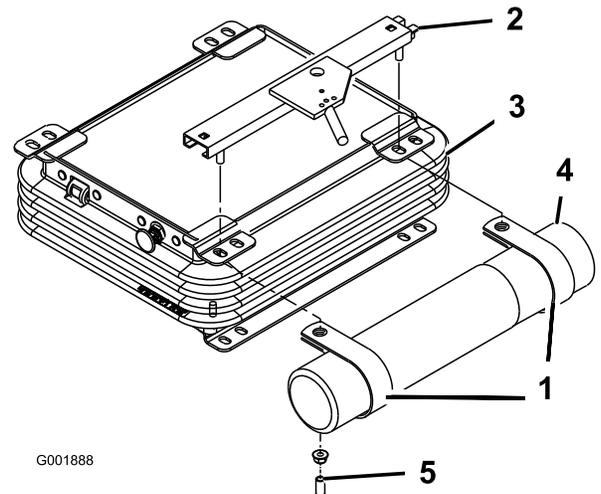

図 7
- 4. クランプに筒を取り付け、ナットを締め付ける (図 7)。
2. 上シートブラケットをシートサスペンションの左側に固定しているナット2個とビニルキャップを取り外す既に取り付けていた場合 (図 7)。
3. 今はずしたナット2個でRクランプをシートブラケットのスタッドに仮止めする (図 7)。